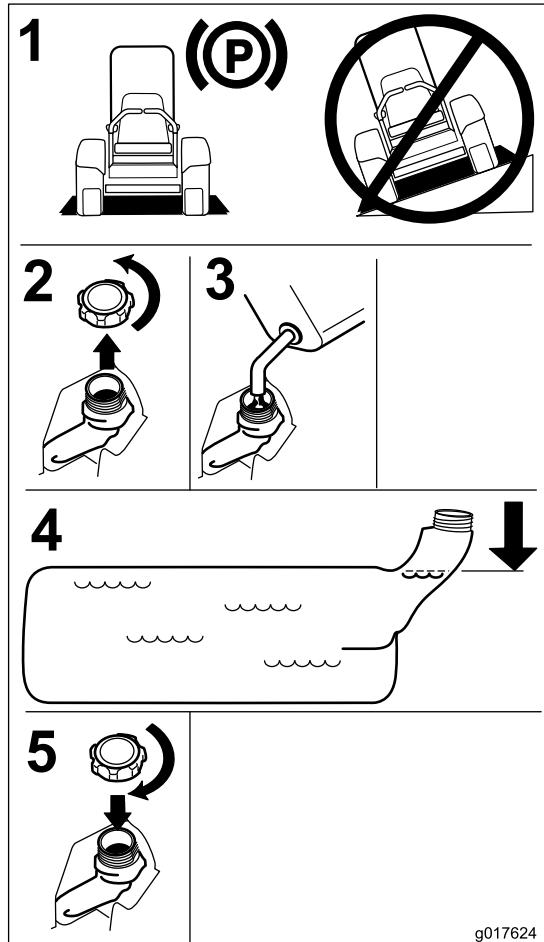

Figura 6
4. Riempite il serbatoio fino alla base del collo del bocchettone . Accertatevi che nel serbatoio vi sia sufficiente spazio vuoto per contenere l'espansione del carburante (Figura 6).